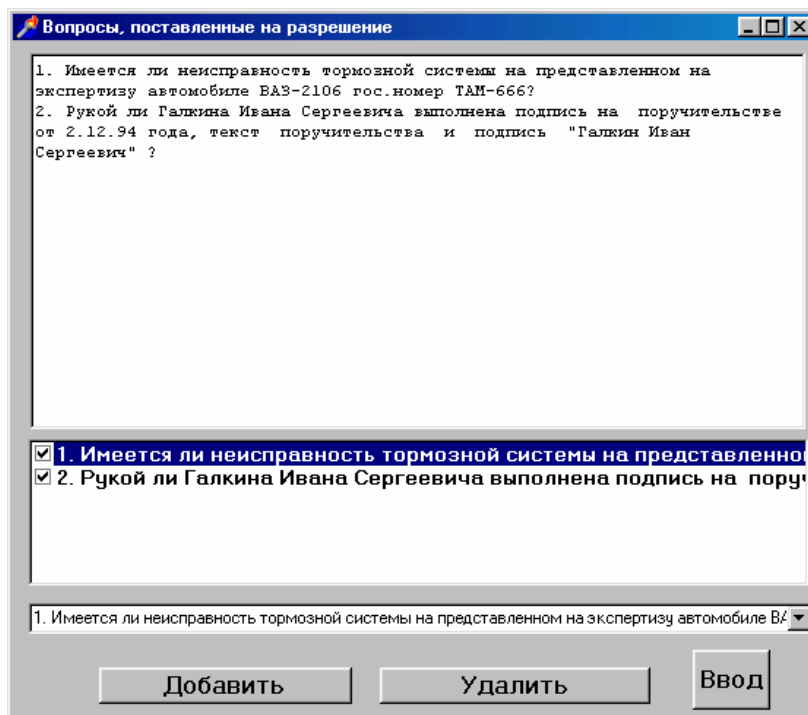

Рис. 29
- последовательно, выбирая в меню **Заключение** команды "**Заключение**", "**Статус**", "**Орган**", "**Лицо**", "**Вопросы**" (добавление вопросов осуществляется последовательным вводом их в нижнее окно (рис. 29), нажатием на кнопку "**Добавить**" и последующим установлением флажков в среднем окне, удаление последнего вопроса осуществляется нажатием на кнопку "**Удалить**"), "**Место**", "**Эксперт**", "**Литература**" (добавление литературы осуществляется последовательным вводом ее в нижнее окно, нажатием на кнопку "**Добавить**" и последующим установлением флажков в среднем окне, удаление последней литературы осуществляется нажатием на кнопку "**Удалить**"), "**Примечание**" и "**Документ**", заполнить предложенные формы;